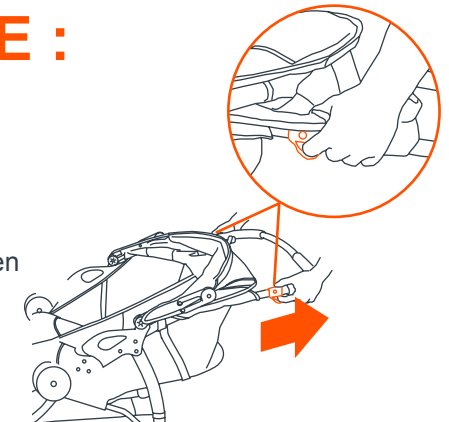
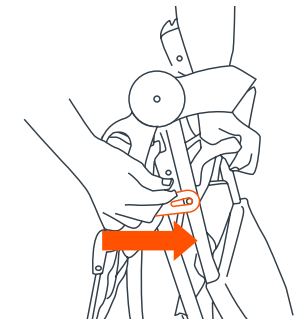

Fig. 18a
Fig. 18b
• La poussette est pliée en tirant simultanément chaque plide déclenchement (Fig. 18a). Lorsque les verrous sont libérés, la poignée va commencer à tomber vers le sol. Relâchez les boutons et appuyez vers le bas sur la Poussette jusqu'à ce qu'elle est complètement pliée. Verrouillez la Poussette pliée dans la position fermée en attachant la sangle de verrouillage, situé sur le côté droit de la poignée de la poussette, sur le rivet situé sur l'accoudoir (Fig. 18b).